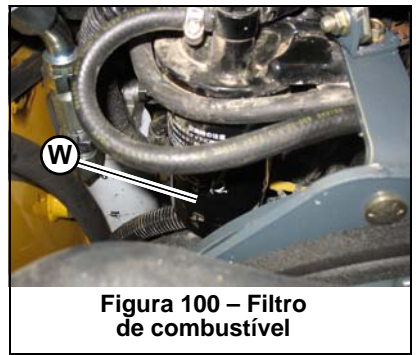

Figura 100 – Filtro de combustível
4. Retire o filtro de combustível (W, Figura 100) com uma chave de filtros, se necessário. Limpe cuidadosamente a superfície de montagem da cabeça do filtro com um pano limpo.